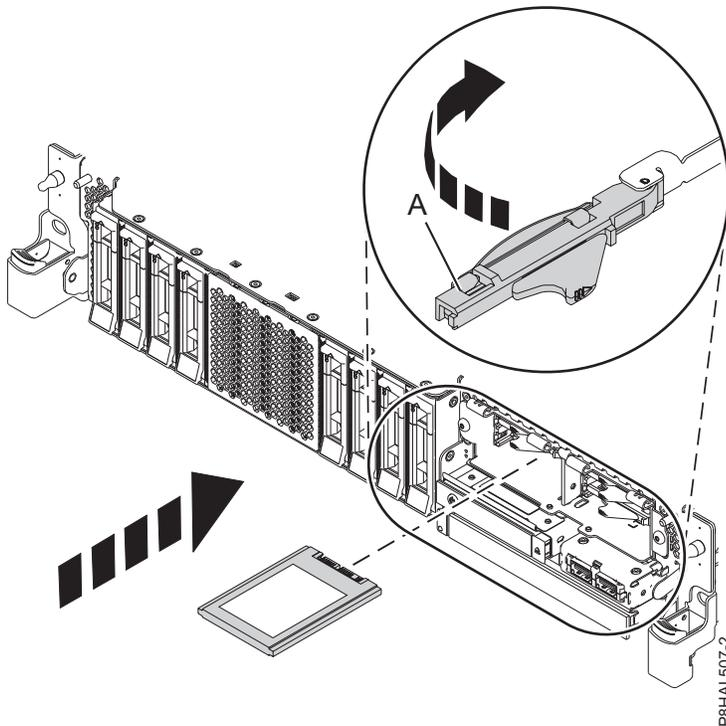

Abbildung 26. Solid-State-Laufwerk in einem System mit erweiterten Funktionen installieren
16. Der Griff des Solid-State-Laufwerks (A) muss in der entriegelten Position sein, während Sie ihn nach außen ziehen, um auf die Führungsschienen im Steckplatz des Solid-State-Laufwerks zugreifen zu können. Stützen Sie das Solid-State-Laufwerk unten mit Ihrer Hand, wenn Sie es an den Führungsschienen im Steckplatz des Solid-State-Laufwerks ausrichten. Siehe Abb. 26 auf Seite 30.
21. Verriegeln Sie das Laufwerk, indem Sie den Griff (A) in die gezeigte Richtung drehen. Siehe Abb. 26.